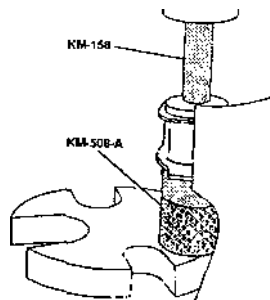

Рис. 5.13.
- выпрессовать втулку переднего шарнира рычага при помощи прессы и приспособлений (например, съемно-монтажных КМ-508-А и КМ-158, пластины для монтажа-демонтажа втулок КМ-307-В) (рис. 5.13);